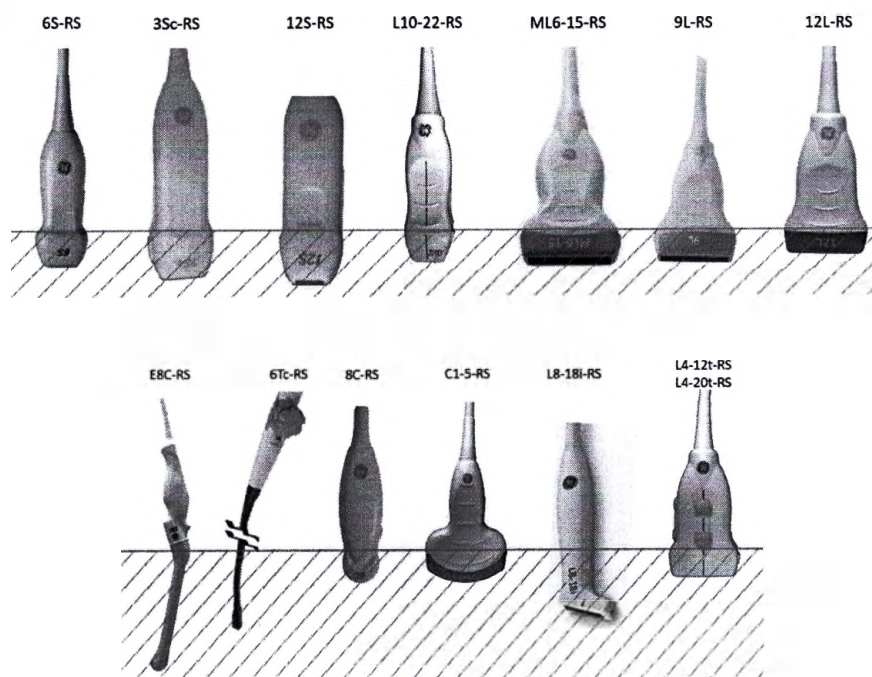

Рис. 9-8. Уровни погружения датчиков
1. Убедитесь, что датчик отключен от консоли. Наденьте чистые перчатки и налейте в раковину или контейнер теплую питьевую воду (30–40 °C) в количестве, достаточном для погружения датчика до уровня, указанного в Рис. 9-8.
Не погружайте датчик ниже указанного уровня (Рис. 9-8).
1. Убедитесь, что датчик отключен от консоли. Смените перчатки и налейте в раковину или контейнер средство для дезинфекции высокого уровня, разведенное в соответствии с инструкциями производителя этого средства, в количестве, достаточном для погружения датчика до уровня, указанного в Рис. 9-8.
2. Погрузите датчик в дезинфицирующее средство до необходимого уровня, как показано на Рис. 9-8, и убедитесь в отсутствии пузырьков воздуха. Датчик должен находиться в дезинфицирующем средстве на протяжении необходимого для воздействия средства времени, указанного в инструкции производителя дезинфицирующего средства.